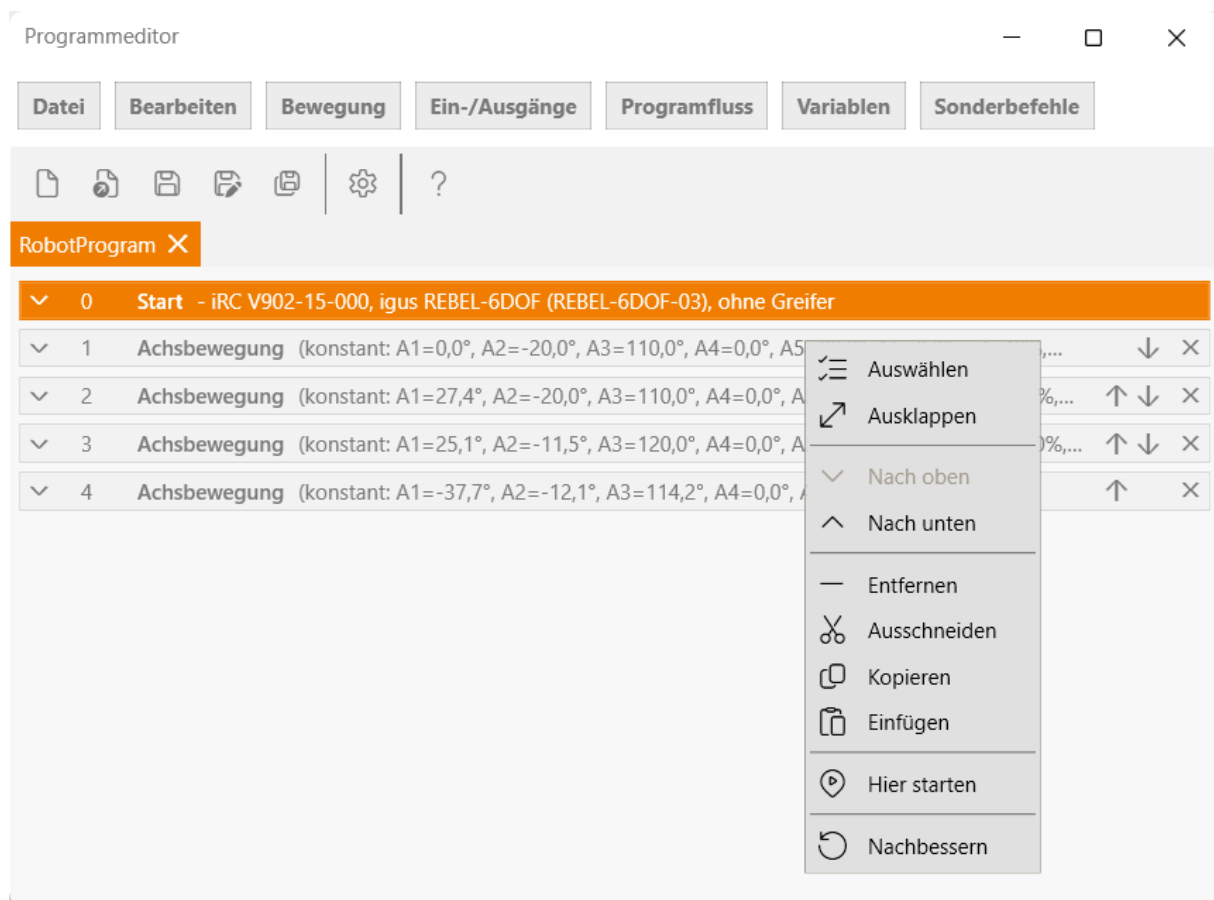

Abbildung 20: Das Kontextmenü einer Befehlszeile
Um einen Befehl zu verschieben verwenden Sie die Pfeile auf der rechten Seite der Befehlszeile. Alternativ können Sie im Kontextmenü der Befehlszeile auf "Nach unten" oder "Nach oben" klicken (s. Abb. 20).
- Öffnen Sie das Kontextmenü durch einen Rechtsklick auf die Befehlszeile und klicken Sie auf "Nachbessern!" (s. Abb. 20).
Um einen bestimmten Befehl als Startpunkt für die Ausführung zu wählen, klicken Sie im Kontextmenü auf "Hier starten" (s. Abb. 20).